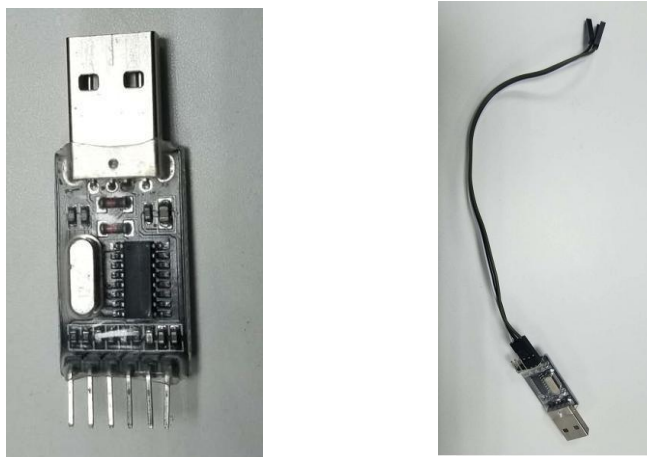

Рисунок 9 - TTL и кабель
- USB-TTL-адаптер с кабелем для подключения к разъему (Рисунок 9);